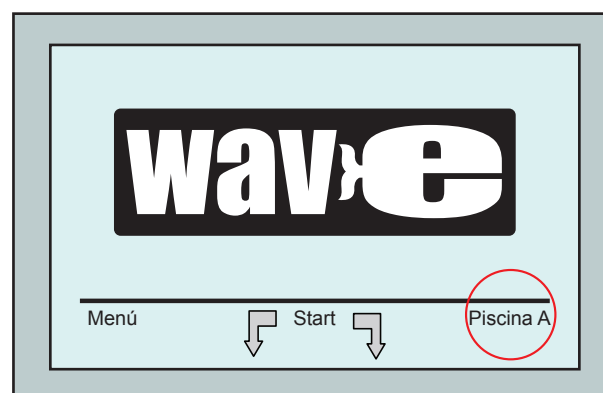

Figura 8: Ecrã *Wave* mostrando a **Piscina A** como a configuração padrão
3. Ligue a fonte de alimentação. O ecrã do MMI Wave (Figura 8) abre na janela inicial.
1. Vá para o ecrã *Wave*. "Pool A" aparece como a configuração atualmente definida conforme mostra a Figura 8.
1. A partir do ecrã *Wave*, pressione a configuração de piscina atualmente exibida do lado direito do ecrã (veja a Figura 8) para abrir o ecrã *Perfil da Piscina*.